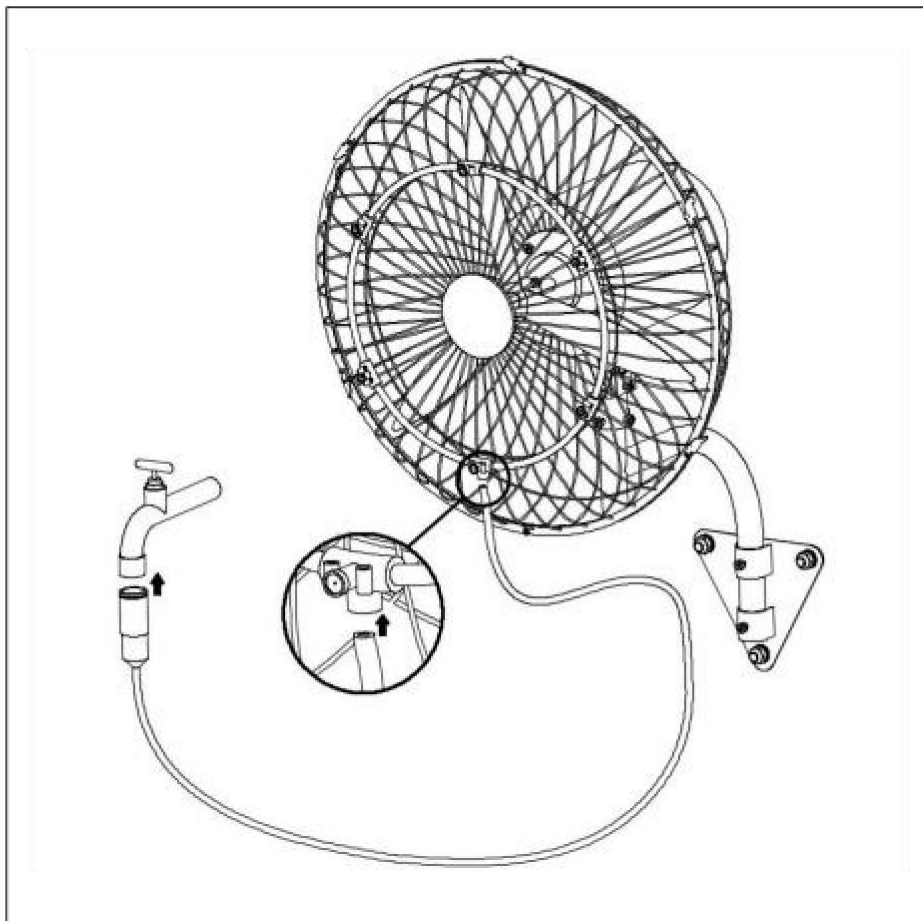

Fig.11.
2). Conecte la tubería de agua al grifo y a la boquilla rociadora respectivamente y apriete el grifo. Consulte la (Fig.11). ¡Listo!